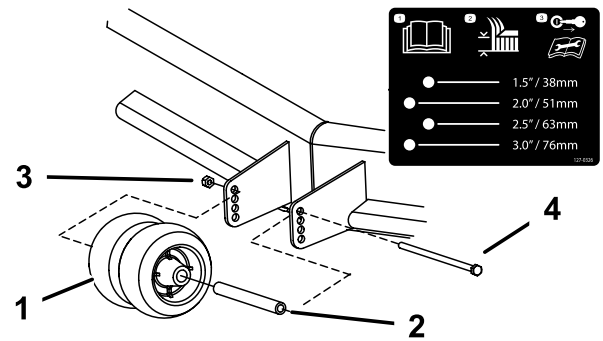

Figure 13
2. Réglez les galets anti-scalp comme montré à la Figure 13.